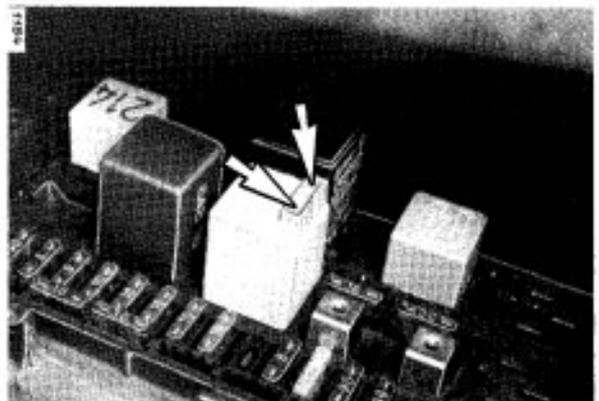

Bild 3
- Kontakte (Pfeile, Bild 3) am Relais Ansaugrohrvorwärmung mit Sicherung überbrücken.